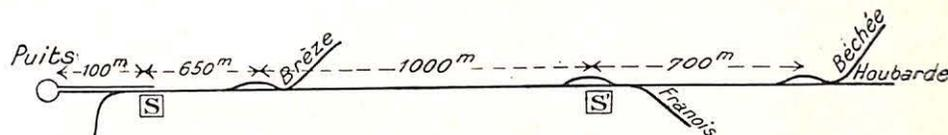

Fig. 6.
- 1° A proximité des puits en S du schéma ci-dessous (fig. 6) ;